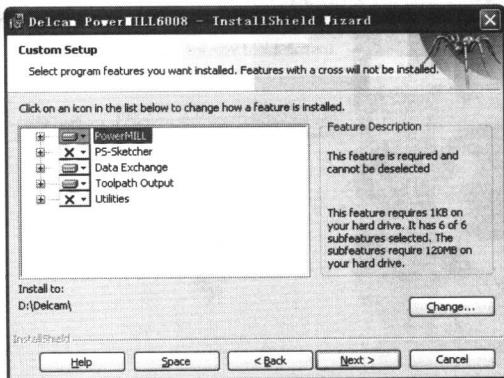

图1-7 典型安装界面
7. 在界面中选择“Custom”选项，单击 **Next >** 按钮，进入如图 1-7 所示的典型安装界面。